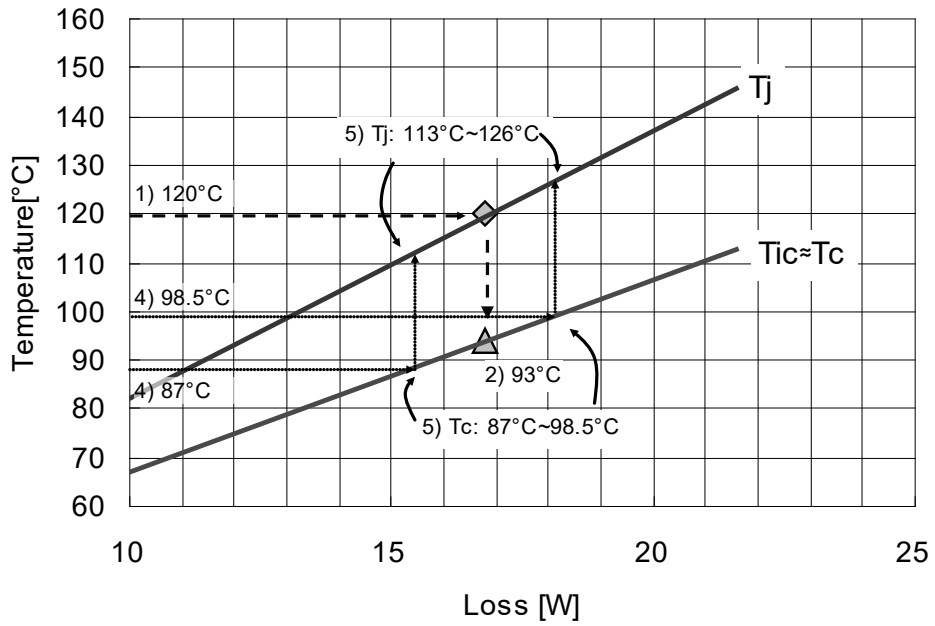

図 2-2-16 Tj,Tic,Tc 相関 (図 2-2-15 の拡大図)
ここでは、図 2-2-16(次ページに記載)を用いた温度保護設定手順例を表 2-2-8 に示します。
2) Tj-Tic 相関グラフ(図 2-2-16)より保護をかける LVIC 温度を求める。	Tic=93°C (@Tj=120°C)
5) 4)で求めた Tic の範囲から図 2-2-16 にて接合温度 Tj / ケース温度 Tc の保護温度のバラツキを確認する。	Tj=113°C~126°C(←Tj=150°C以下で問題なし) Tc=87°C~98.5°C(←Tc=100°C以下で問題なし) ※本ケースではTicとTcが同等でありTicと同温度範囲となる。